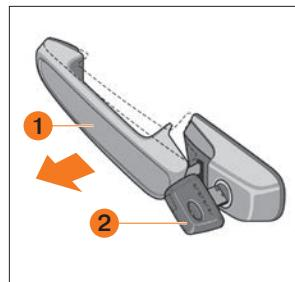
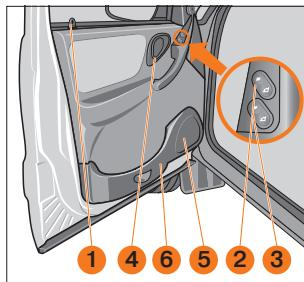

Рис. 7. Открывание дверей
Рис. 8. Передняя дверь
Двери открываются: снаружи – за ручку 1 (рис. 7) в направлении стрелки, а изнутри – поворотом на себя рукоятки 4 (рис. 8). Если замок заблокирован, то ручка и рукоятка имеют свободный ход.
**Передние двери** блокируются: снаружи – ключом 2 (рис. 7); изнутри – нажатием на кнопку 1 (рис. 8); или нажатием на кнопку на ключе с ПДУ.
Нажатием на вогнутую или выпуклую часть клавиши 2 (рис. 8) переключателя стеклоподъёмника, расположенного на обивке двери, можно опустить или поднять стекло на нужную величину. После прекращения нажатия клавиша автоматически устанавливается в среднем положении и стекло останавливается в любой выбранной Вами позиции. Дополнительная клавиша 3 (рис. 8) на двери водителя управляет электроприводом стеклоподъёмника правой передней двери. Клавиши подсвечиваются, если включено наружное освещение.
В передней части кармана 6 (рис. 8), предназначенного для размещения мелких предметов, под облицовкой 5 предусмотрено место для установки акустических устройств радиоаппаратуры.